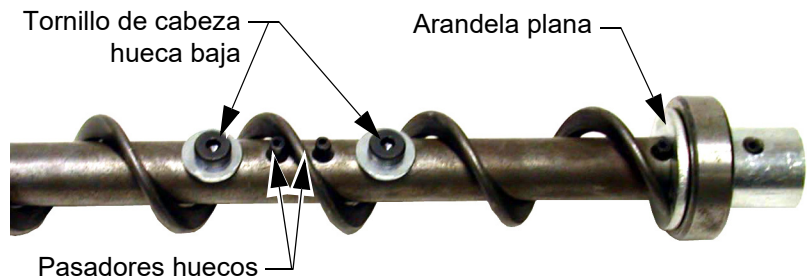

Figura 45. Conexión del sinfín y el cojinete de anclaje
Si hay que desarmar el sistema, tener mucho cuidado para impedir ser lesionado por el salto del sinfín. Ver la **Figura 45**.
1. Insertar el conjunto de anclaje en el sinfín y empujar la punta del sinfín entre los dos pasadores huecos en el centro del anclaje. Continuar empujando el sinfín hasta que la punta del sinfín toque la arandela plana. Apretar los tornillos de fijación en el centro del anclaje hasta que se detengan (Ver la **Figura 45**.)